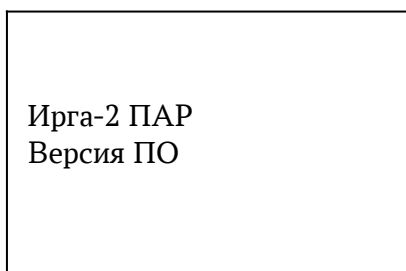

Рисунок 2 — Первичное включение
3.3.5 Включить вычислитель в сеть. При этом на ЖКИ появится надпись — см. рисунок 2.